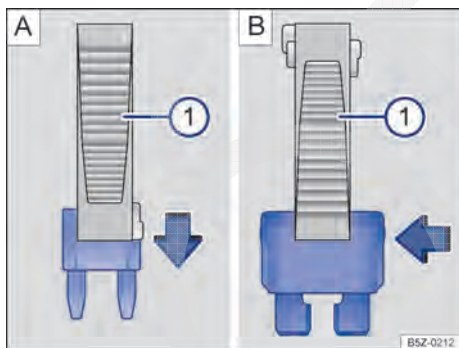

Fig. 150 Remover ou instalar um fusível com a garra de plástico ①.
- Se necessário, retirar a pinça de plástico → Fig. 150 ① do suporte. O suporte se encontra na parte traseira da caixa de fusíveis perto da tomada de conexão para diagnóstico.
- Em caso de *fusíveis pequenos*, encaixar a garra ① por cima → Fig. 150 A.
- Em caso de *fusíveis maiores*, empurrar a garra ① lateralmente sobre o fusível → Fig. 150 B.
- Caso o fusível esteja queimado, substituir o fusível por um novo da *mesma* intensidade de corrente (mesma cor e inscrição) e do *mesmo* tamanho → ①.